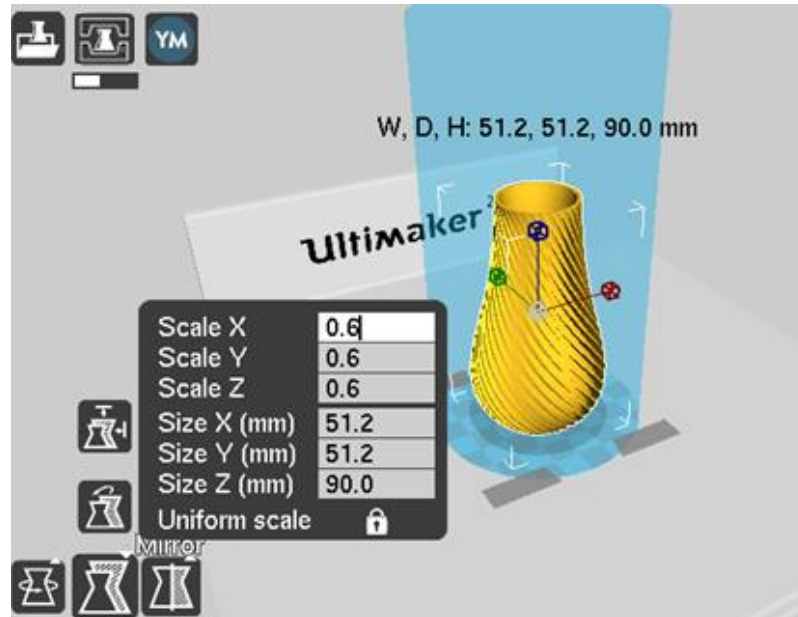

图 5.131 缩放和旋转
- 导入模型后，单击模型本身，可对模型进行缩放和旋转等操作，如图 5.131 所示。